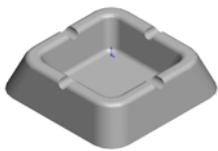

图 1-76 模型
(7) 建立基准轴。选择模型的内部底面，按住 Ctrl 键，并加选原点位置。在参考几何工具栏中，单击  (基准轴) 按钮，单击确定。
(8) 圆周阵列。在模型树中单击[拉伸切除-2]特征，按住 Ctrl 键，并加选基准轴 1。在特征控制面板中，单击  按钮。在圆周阵列对话框中，指定阵列间距为  $90^\circ$ ，产生总个数为 4 个，单击  按钮，产生模型如图 1-76 所示。